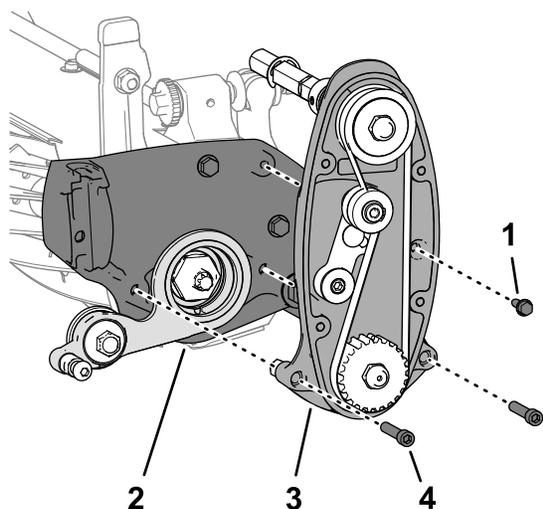

Рисунок 17
1. Выровняйте натяжной ролик в сборе относительно режущего блока, как показано на Рисунок 17.
2. Установите натяжной ролик в сборе и привод барабана на режущий блок (Рисунок 17) с помощью 2 болтов с внутренними шестигранниками (5/16 x 1½ дюйма) и контргаек (5/16 дюйма), снятых при выполнении действий, описанных в разделе 4 Снятие привода барабана \(страница 6\).
3. Установите привод барабана на режущий блок (Рисунок 17) с помощью винта с фланцевой головкой ($\frac{1}{4}$ x $\frac{3}{4}$ дюйма).